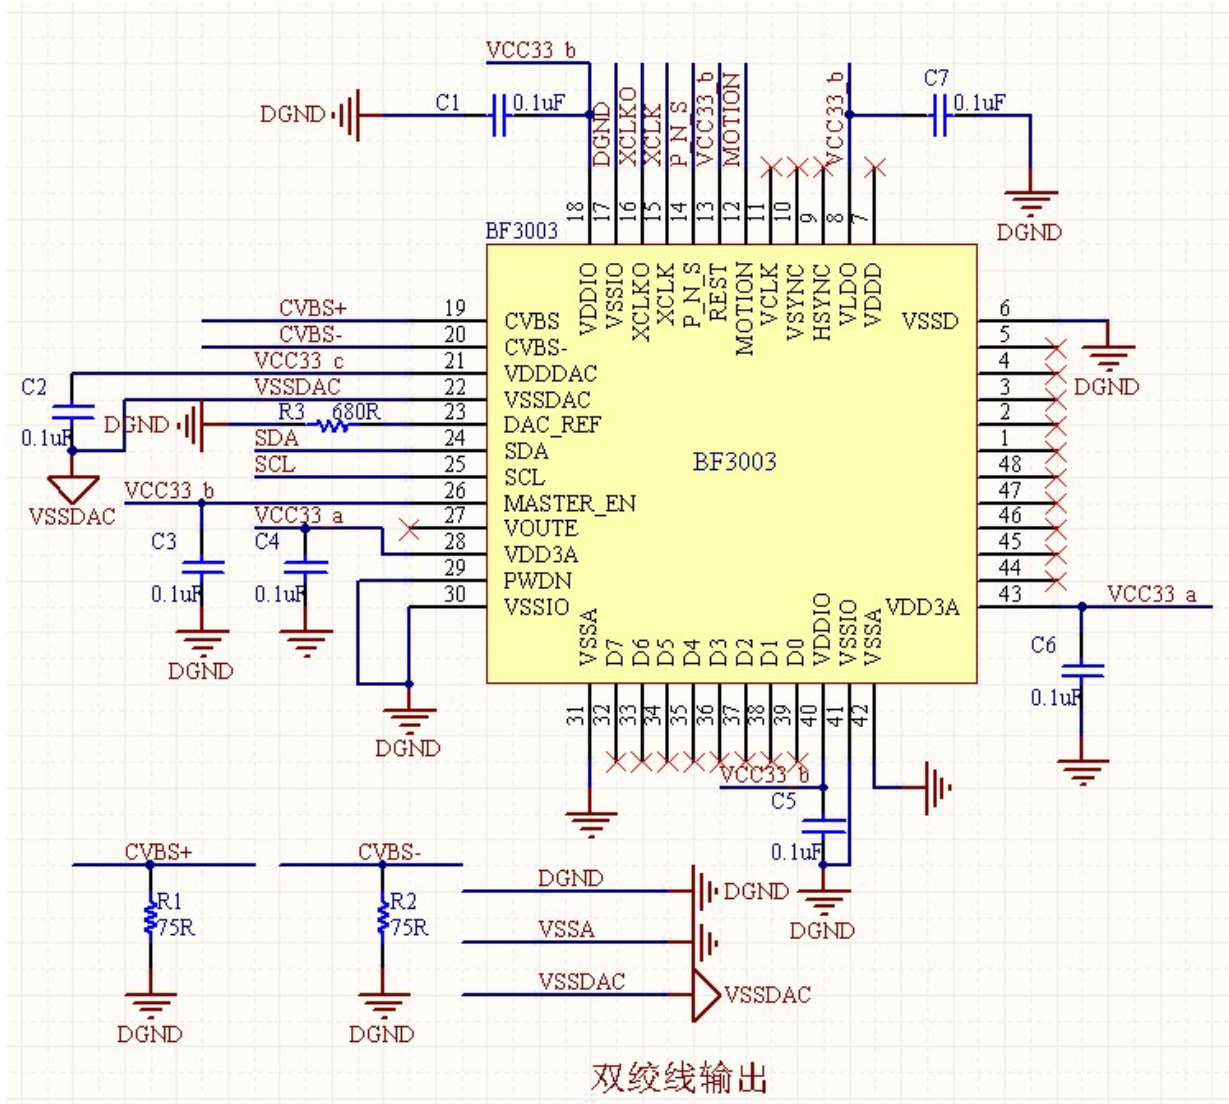

图 2-2 BF3003 外围参考电路（双绞线输出电路）
- 无论采用同轴电缆或 AV 视频输出及双绞线输出，CVBS+引脚必须外接阻值为 75R 的电阻接地作为匹配电阻，匹配电阻必须靠近芯片引脚。当采用 AV 视频线或同轴电缆输出时，CVBS-引脚必须直接接地，不能把该引脚悬空不接，接法如图 2-1；当采用双绞线输出时，CVBS-引脚必须外接阻值为 75R 的匹配电阻到地；接法如图 2-2 所示。